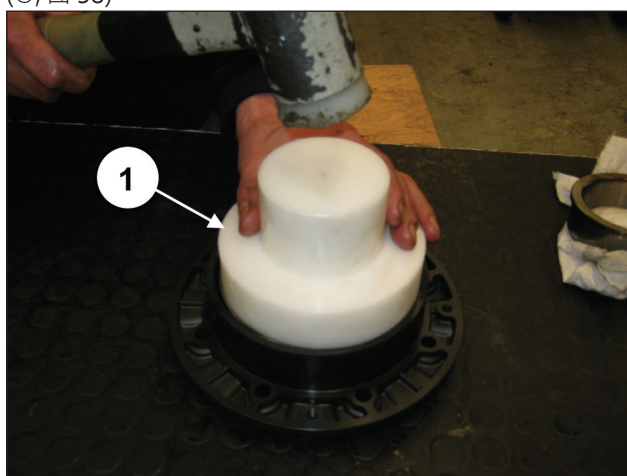
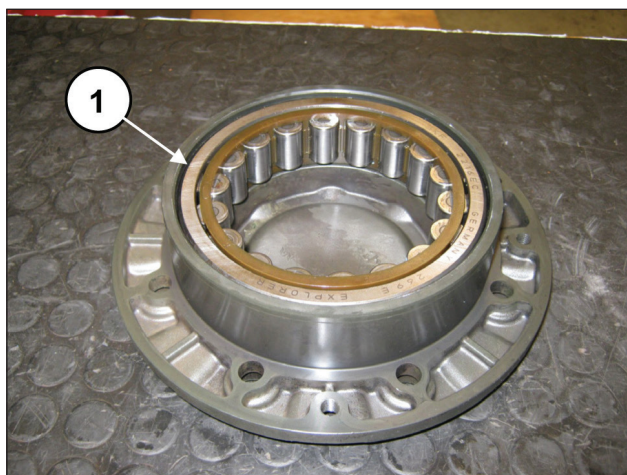

图 57
图 58
在轴承盖上重复操作，预装曲轴轴承外环，可使用编号为 27605000 的工具(①, 图 57)，直至其完全插入到底为止 (①, 图 58)。